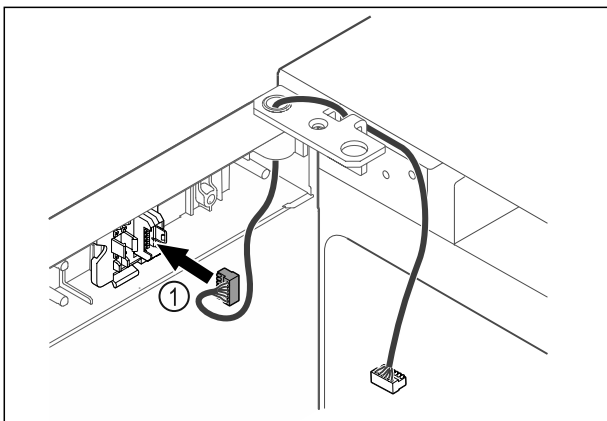

Fig. 48
- ▶ Stekker Fig. 48 (1) in steckerhouder steken.